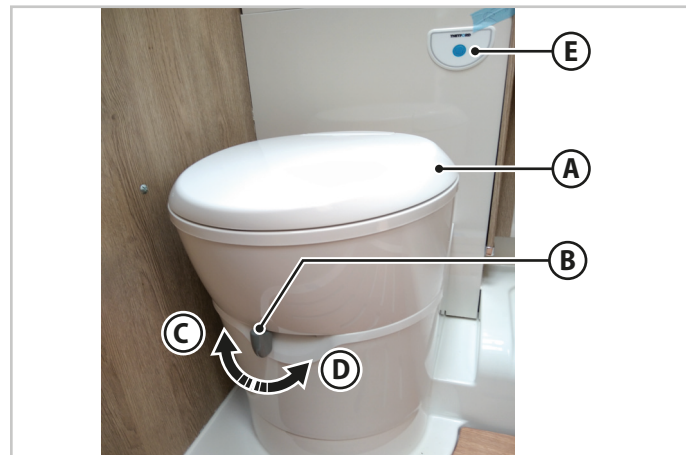

Fig.6.37 - Risciacquo WC
La parte superiore del WC (**A** - Fig.6.37) può ruotare verso destra o sinistra per un utilizzo ottimale degli spazi.
1. Spostare la leva (**B** - Fig.6.37) nella posizione (**C** - Fig.6.37) per aprire lo sportello di scarico.
2. Tenere premuto il bottone (**E** - Fig.6.37) di risciacquo per il tempo necessario.
3. Chiudere lo sportello di scarico spostando la leva nella posizione (**D** - Fig.6.37).
1. Verificare che lo sportello di scarico del WC sia chiuso: la leva (**B** - Fig.6.37) deve trovarsi nella posizione (**D** - Fig.6.37).